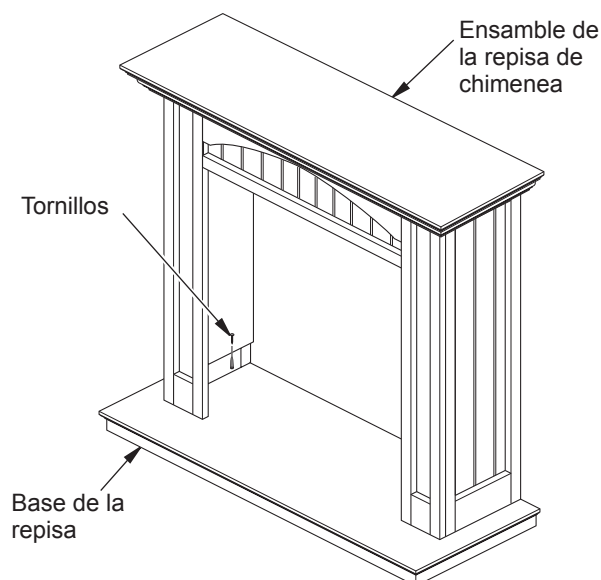

Figura 5 - Fijación del ensamblaje de la repisa de chimenea a la base
7. Coloque el ensamble de la repisa sobre la base de la repisa y céntrala de izquierda a derecha con la parte posterior del ensamble, nivelada con la parte posterior de la base (consulte la figura 5, página 3).